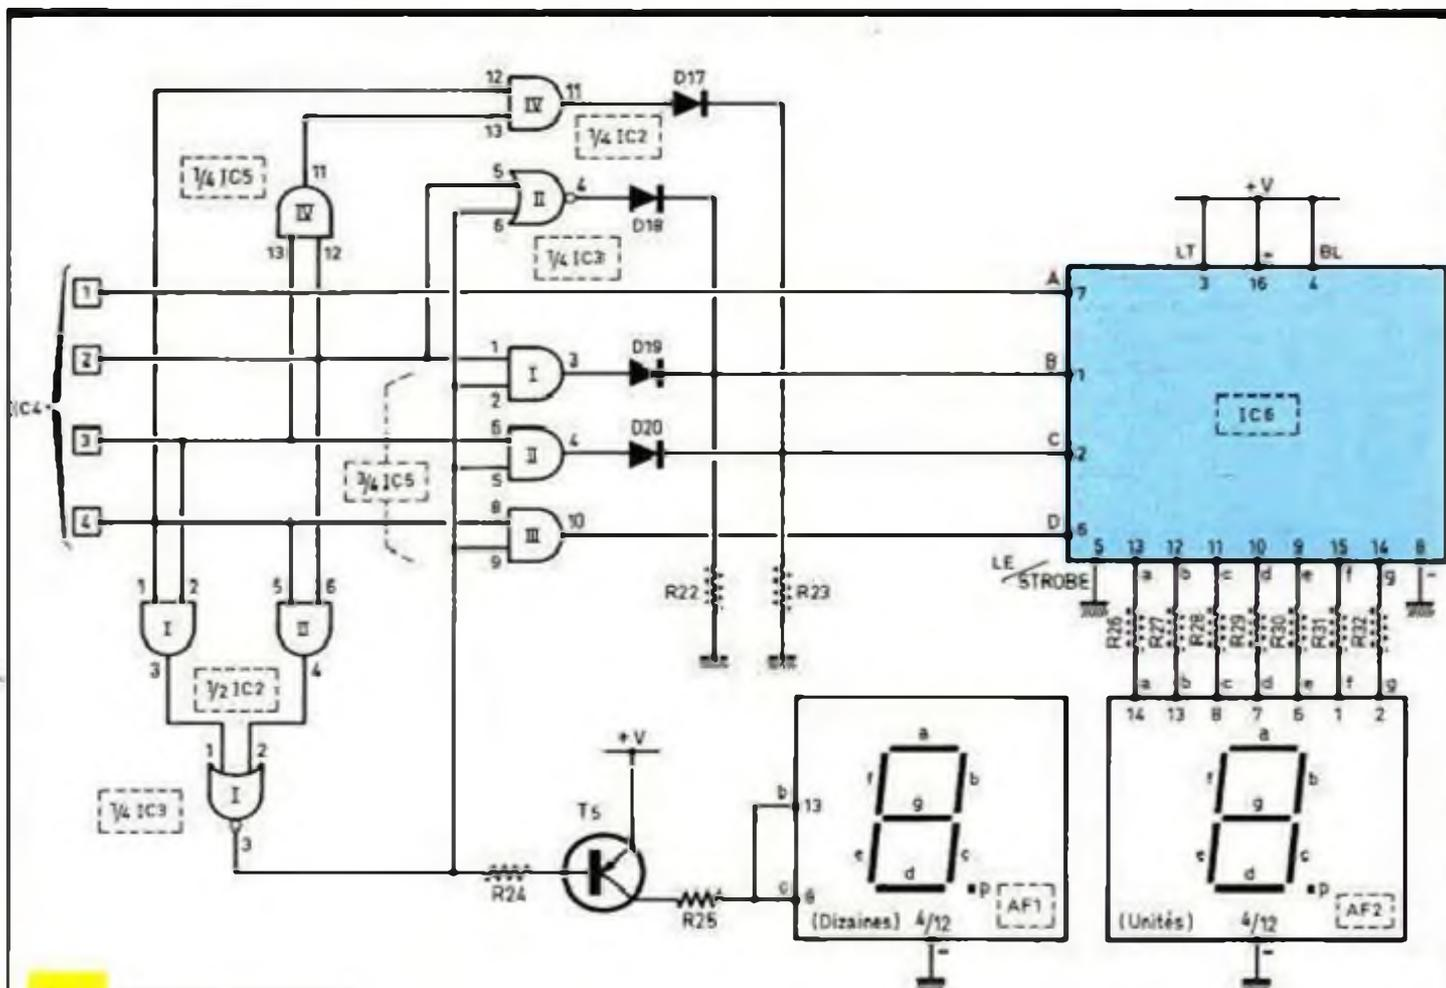

Fig. 4 Décodage et affichage.
Fig. 4 et 5 Détails de réalisation.
f) Décodage et affichage (fig. 4 et 7)